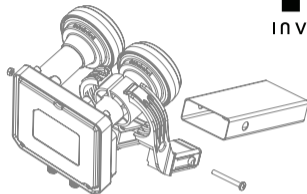

Fig. 1
1. Umieść konwerter w uchwycie antenowym. Zamknij uchwyt i dokręć lekko obejmę, tak aby móc obracać konwerterem (Fig. 1).